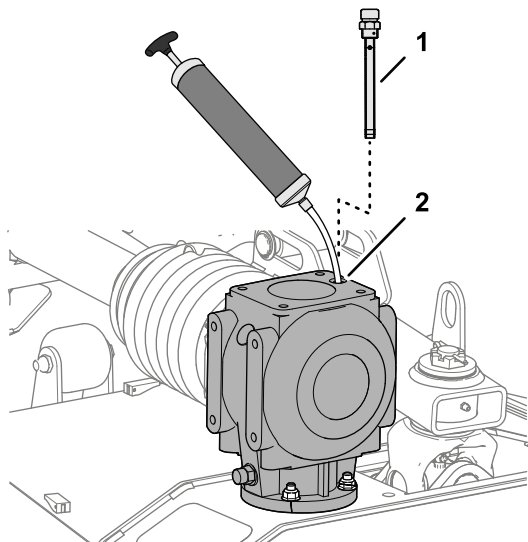

Figura 62
1. Retire a vareta da parte de cima da caixa de velocidades (Figura 62).
2. Através da porta da vareta, utilize uma bomba de sucção para retirar o fluido da caixa de velocidades (Figura 62).